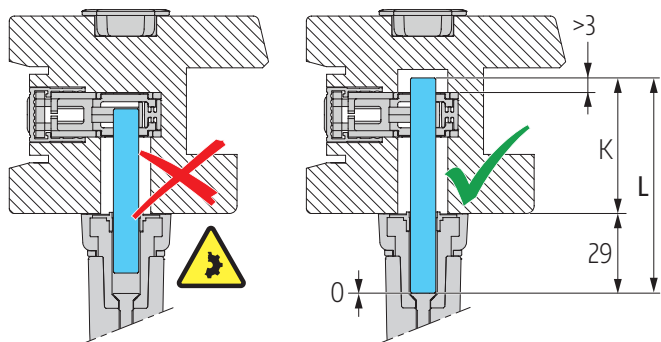
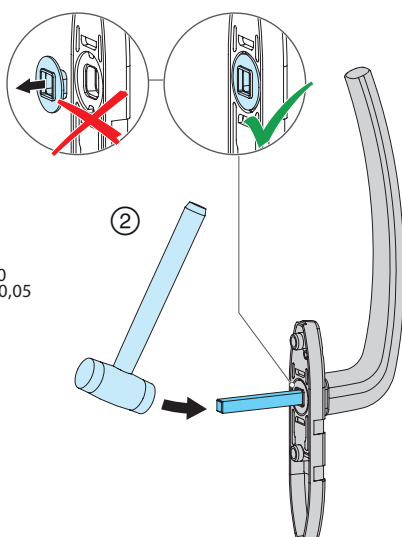

Abb. 44
Abb. 46
- ② Vierkant mit Schonhammer in Rastbuchse der Griffrosette einschlagen; **Abb. 46**. (**Abb. 44** beachten).